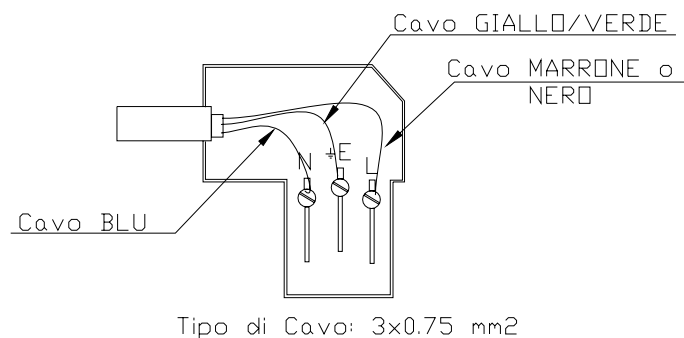

Figura 13 – Cablaggio spina tripolare
2. Per effettuare l'allacciamento elettrico alla rete di alimentazione elettrica è sufficiente cablare la spina tripolare fornita a corredo come indicato in Figura 13 utilizzando un cavo 3x0,75 mm².